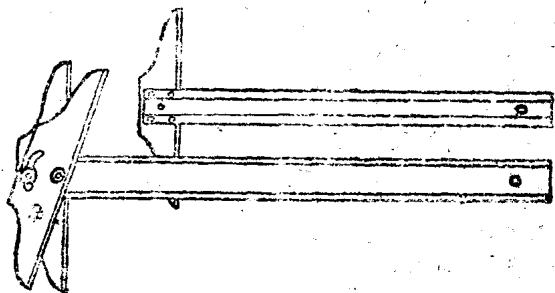

图 25. 丁字尺
6. 丁字尺：丁字尺是由一根长尺，和固定在长尺一头而与长尺成直角的尺头板做成的（如图25）。使用的时候，把